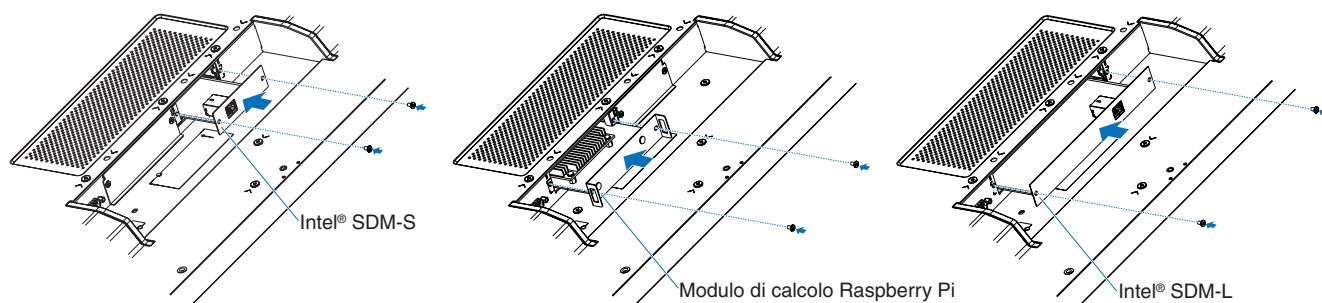

Figura 2
4. Inserire la scheda opzionale nel monitor e fissarla con le viti rimosse (Figura 2).